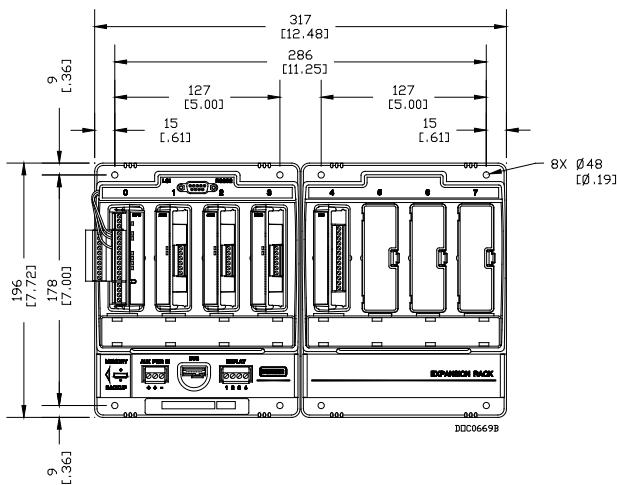

图4. FB107 和扩展机架尺寸
- **主机组和扩展机架。** 将主机组放置在机柜装配板上, 使用 FB107 作为模板定位板上的安装孔。主机组和扩展支架的尺寸请参见图4。使用 8-32 UNC 螺丝锥在板上安装孔的位置进行钻孔攻丝。将主机组放置在钻攻好的位置上, 然后使用随附的四个 8-32 UNC x 1.00 英寸长螺丝将其固定到装配板上。不要完全拧紧。将扩展机架插入到主机组中, 保持好位置, 然后标记出机架安装孔的位置。小心拆下扩展机架, 然后使用 8-32 UNC 螺丝锥在板上安装孔的位置进行钻孔攻丝。将扩展机架插入到主机组中, 然后使用随附的 8-32 UNC x 1.00 英寸长螺丝将其固定到装配板上。以大约 1.1 至 1.4 牛米的转矩拧入八个固定螺丝。